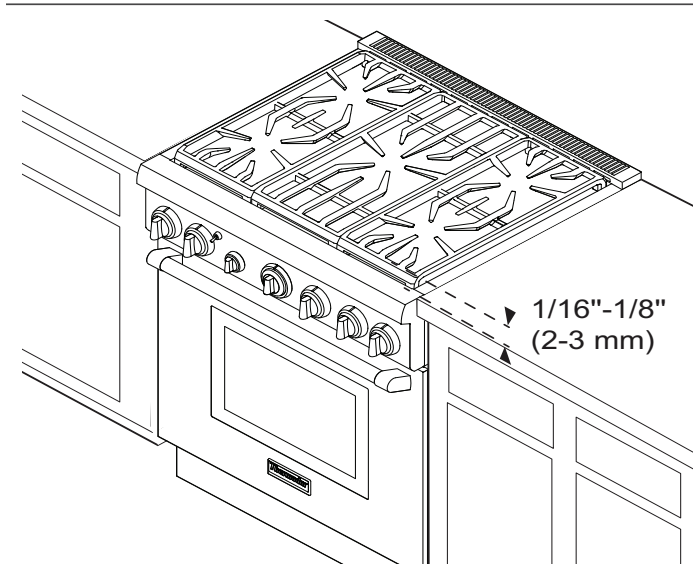

Figure 21 : Réglage de la hauteur de la cuisinière
Les côtés supérieurs des panneaux latéraux de la cuisinière doivent être à la même hauteur ou plus haut que le comptoir adjacent. Si la cuisinière se trouve à une hauteur inférieure que l'armoire adjacente lorsqu'elle fonctionne, les températures excessives qui se dégagent de la cuisinière pourraient endommager les armoires et le comptoir (voir Figure 21).
1. Mesurez d'abord la hauteur du comptoir avec un ruban et ajoutez 1/16 po - 1/8 po (2-3 mm). Ajustez les pattes en conséquence avant de pousser la cuisinière à son emplacement définitif (voir Figure 21).